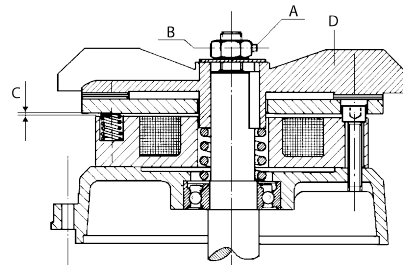

Fig.3
- regule el entrehierro aflojando el tornillo con cabeza hueca hexagonal "A" y actuando sobre la tuerca "B": la medida "C" debe estar entre 0,4 y 0,6 mm. Durante el funcionamiento del motor, el ventilador "D" debe girar libre y sin rozar el disco. Controlada la eficiencia del freno, coloque la tapa y fijela con sus tornillos, (Fig.3).